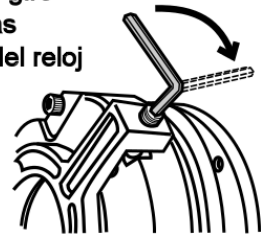

FIG. A5
1. Libere el freno (**Fig A5**) girando a favor de las manecillas del reloj el tornillo de liberación.
Si el equipo requiere ajuste de la cinta sierra, tendrá que liberar la polea. Use la llave tipo allen de 5/32" (incluida) y gire 360° el tornillo de liberación (Ver Fig. A5) a favor de las manecillas del reloj. Complete el servicio y gire al lado contrario el tornillo para volver a bloquear la polea (no es necesario quitar el freno para esta operación).